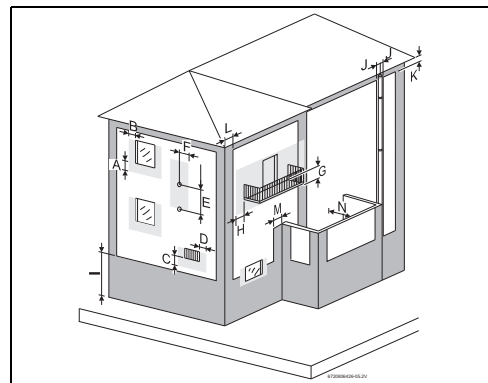

Fig. 7 Distâncias mínimas para pontos de exaustão
- ▶ Respeite as medidas mínimas de instalação indicadas na Fig. 7.